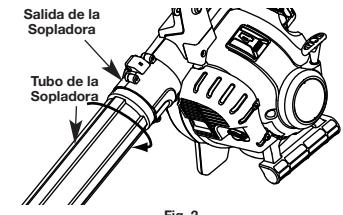

Fig. 2
- Gire el tubo de la sopladora en el sentido de las agujas del reloj dentro de la salida de la sopladora hasta que el tope se trabe en su lugar (Fig. 2).